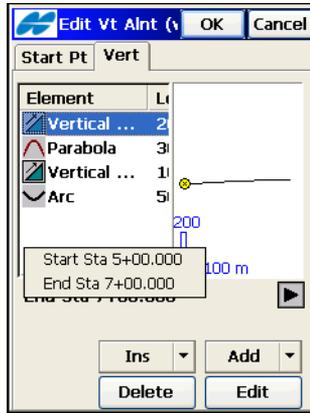

Abbildung 7-17. Informationen zu Anfangs- und Endstationierung
- Tippen Sie auf die *Stationsinformation* unter der Elementliste oder den Längsschnitten, um die Anfangs- und Endstationierung des markierten Elements anzeigen zu lassen (Abbildung 7-17 auf Seite 7-18).
- Tippen Sie im Fenster *Gradiente neu* (Abbildung 7-17) auf **OK**, um die Gradiente zu speichern. Das Fenster *Gradiente* erscheint. Die neue Gradiente wird in der Liste aufgeführt.
1. Um eine konstante Neigung hinzuzufügen, wählen Sie auf dem Register *Vert* im Fenster *Edit Gradiente* den Befehl *Neigung konstant* in einem der Kontextmenüs **Einfügen** oder **Neu** (Abbildung 7-17 auf Seite 7-18).
1. Um eine Kurve hinzuzufügen, wählen Sie auf dem Register *Vertikal* im Fenster *Edit Gradiente* den Befehl *Kurve* in einem der Kontextmenüs **Einfügen** oder **Neu** (Abbildung 7-17 auf Seite 7-18). Das Fenster *Kurve* erscheint.
5. Tippen Sie auf **OK**, um das Element zu speichern. Das Fenster *Gradiente neu* erscheint (Abbildung 7-17 auf Seite 7-18).